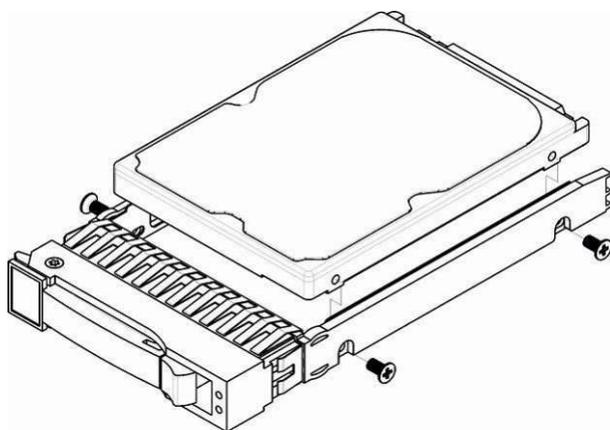

Рисунок 34 – Крепление SATA-диска в лоток направляющих салазок
3. Закрепить диск в лотке направляющих салазок, рисунок 34.